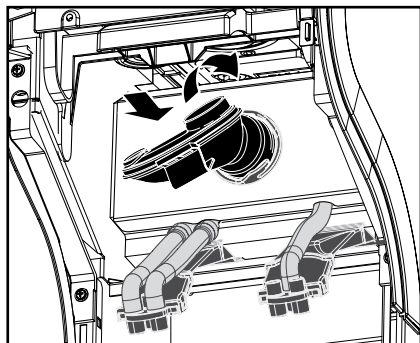

Fig. 30
- g. Posicione novamente a câmara de mistura com anel de vedação e gire-o em sentido horário até a encosto. (Fig. 30)